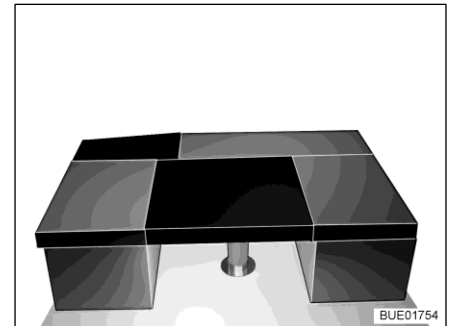

Bild 153 Nach dem Umbau
- Das rechteckige Zusatzpolster auf den Tisch legen (zwischen die Sitzpolster der Sitzbänke, siehe Bild 153).